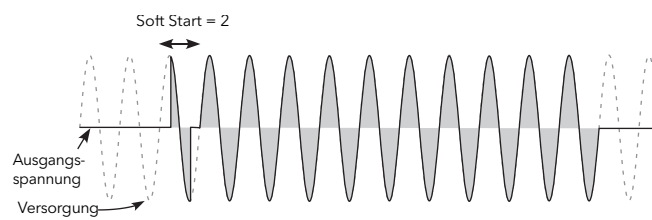

Abbildung 96 Beispiele für Soft-Start
- Soft Start** Nur im Impulsgruppenbetrieb. Die Dauer des Soft-Starts in Netzspannungszyklen, für die die Phasenanschnitt-Rampe zu Beginn jeder Einschaltphase gilt (Abbildung 96).